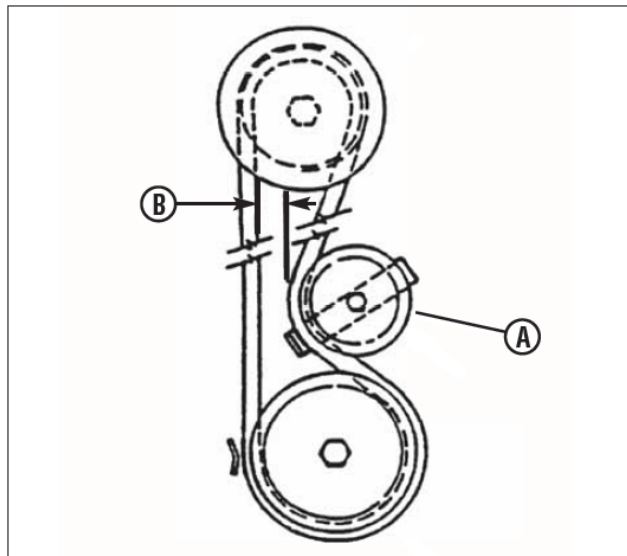

Рис. 22. Измерение зазора ремня
5. **Дека 28/30**: Измерьте зазор ремня у холостого шкива (А, рис. 22). Расстояние (В) должно быть 3,2 см, но не менее 2,5 см. Если измерение меньше 2,5 см, следует отрегулировать натяжение ремня. См. раздел «Регулировка ремня привода ножа».